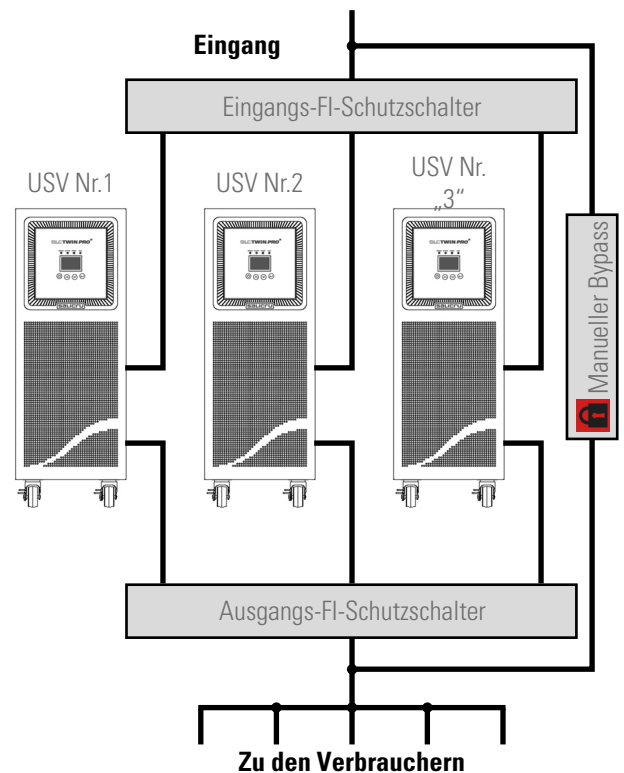

Abb. 23. Parallele Installation eines Verteilerkastens mit manuellem Bypass.
- Es ist erforderlich, die Installation der parallelen Systeme mit einem Kasten mit einzelnen Eingangs- und Ausgangs-schutz-einrichtungen sowie mit einem manuellen Bypass mit mechanischer Verriegelung auszustatten, siehe Abb. 23. Für weitere Informationen im Abschnitt 5.1.5.4. die Beschreibungen bezüglich des manuellen Bypass-Kastens sowie die Anweisungen zur „empfohlenen Installation“ lesen.
- In der Abb. 23 ist ein Verteilerkasten mit manuellem Bypass für ein paralleles System dargestellt; für ein einzelnes Gerät muss entsprechend die Anzahl von Schaltern angepasst werden.